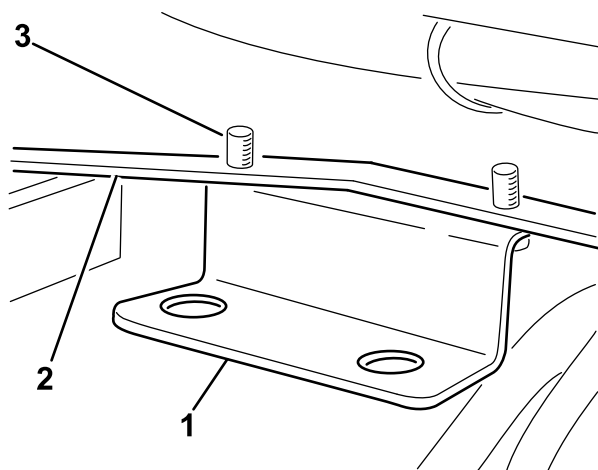

Figura 14
2. Utilice los 2 tornillos autorroscantes (5/16" x 1/2") para sujetar el soporte de las mangueras al soporte del bastidor (Figura 14).